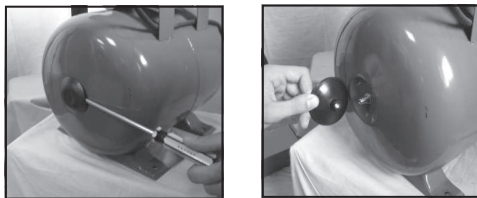

рис. 2
6.2 Установите станцию на ровной, твёрдой поверхности. Всасывающую трубу/шланг 1 (рис.2) подсоедините к входному отверстию, расположите под углом к входному отверстию, погрузите всасывающую трубу/шланг в воду на глубину не менее 2м (расстояние до дна должно быть не менее 0,5м).